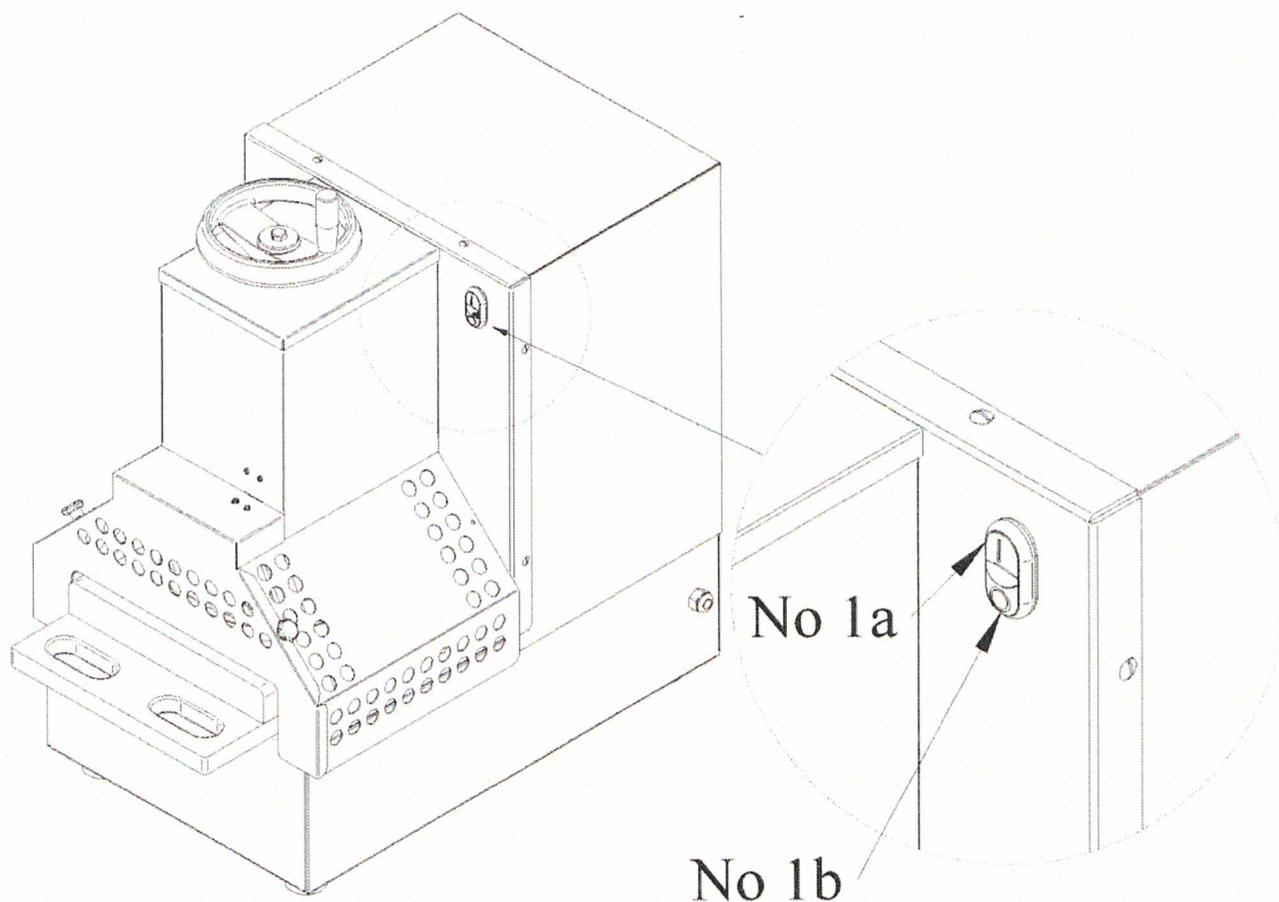

Рисунок 1
На передней панели находятся кнопки включения и выключения (Рис. 1, № 1 а, в). При включенном питании машина запускает процесс обработки мяса автоматически после того, как пластиковый поддон с куском мяса вдвигается в машину.
1. Включите машину (Рисунок 1, кнопка 1 а)
9. После окончания работы выключите машину нажатием кнопки выключателя (Рисунок 1, № 1 b).
Выключите машину нажав кнопку выключателя (Рисунок 1, № 1 б). **ВЫНЬТЕ ШТЕПСЕЛЬ ИЗ РОЗЕТКИ.**